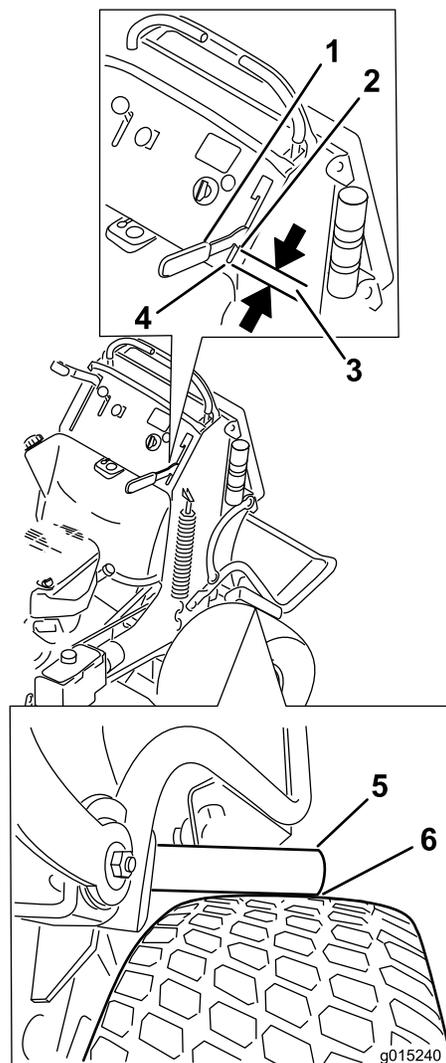

Figura 64
4. Accione la palanca del freno hasta que las barras de freno apenas entren en contacto con el neumático (Figura 64).
5. Mida la distancia que hay entre el borde delantero de la palanca de mano y el final de la ranura del panel de control cuando la barra de freno empieza a tocar el neumático. Esta distancia debe ser de 19 mm (3/4 pulgada). Ajuste el freno si es necesario (Figura 64).